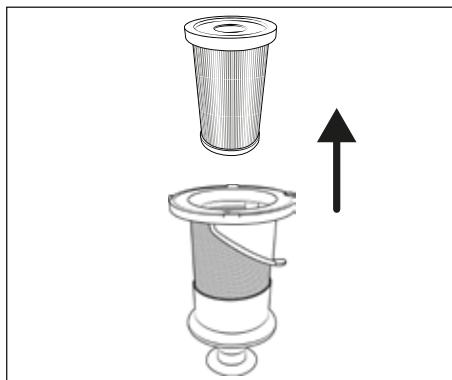

Fig. 18
- 3) Rimuovere il filtro HEPA 5 dal filtro in acciaio inox 6 afferrando il filtro HEPA 5 dall'apertura e tirandolo fuori dal filtro in acciaio inox 6 (vedere fig. 18).